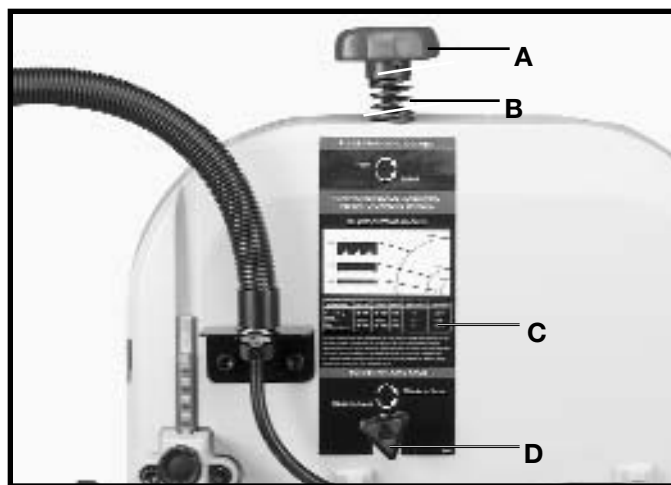

Fig. 19
1. Après l'assemblage de la lame aux deux roues, tourner le bouton de tension (A) fig. 19, en sens horaire jusqu'à ce que le ressort (B) commence à se comprimer.
2. Tourner le bouton de tension (A) fig. 19, 2 1/2 tours supplémentaires pour les lames de 3,2 mm (1/8 po) de largeur, 3 tours pour celles de 6,4 mm (1/4 po) et 4 tours pour les lames de 9,5 mm (3/8 po).
3. Un tableau (C, fig. 19) est situé à l'arrière de la scie à lame ruban. Ce tableau montre la taille de lame et le rayon minimum à couper avec chaque taille de lame.
4. S'il faut un réglage, tourner UN PEU le bouton d'alignement de la lame (D) fig. 19, en sens horaire pour déplacer la lame vers l'arrière, et en sens antihoraire pour déplacer la lame vers l'avant.
**REMARQUE :** tourner le bouton d'alignement de la lame (D) en petits intervalles pour ajuster la lame.